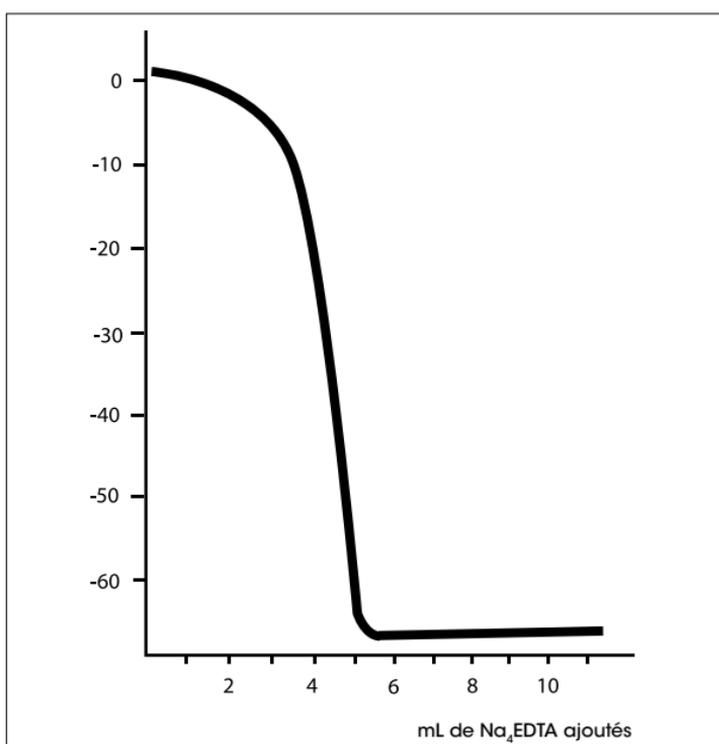

Figure 3 – Titration typique de 100 mL de 5×10^{-3} mol/L CaCl_2 avec 0,1 mol/L de Na_4EDTA lorsque le pH est ajusté à 10 à l'ammoniac
2. Réalisez un titrage au point d'équivalence en utilisant un modèle de méthode de titrage au point d'équivalence standard disponible sur les titrateurs Tx Excellence et G20 Compact. Le point d'équivalence du titrage correspond au point de la plus grande pente (point d'inflexion). **Voir Figure 3.**